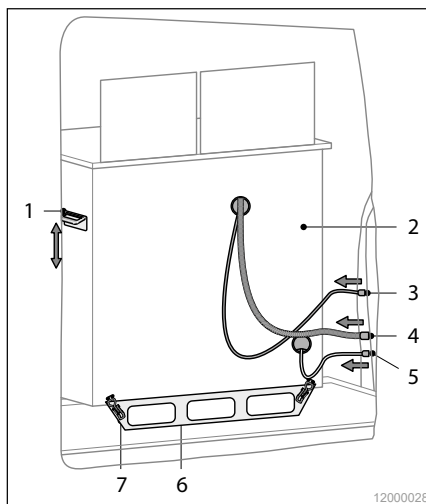
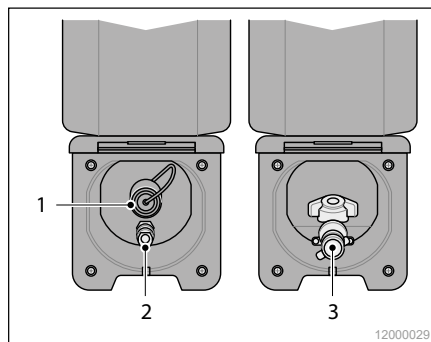

Abb. 36 Mobile Küche herausnehmen
Abb. 37 Anschlüsse mobile Küche Beifahrerseite
2. Trennen Sie die Versorgungsleitungen (Abb. 36/3, 4 und 5) und schließen Sie die Glasabdeckungen.
3. Drehen Sie ggf. den Fahrersitz gegen die Fahrtrichtung oder schieben Sie den Fahrersitz nach vorne, damit die Griffe (Abb. 36/1) besser zugänglich sind.
5. Lösen Sie die beiden Befestigungshaken (Abb. 36/7) an der Außenseite.
6. Klappen Sie die Griffe (Abb. 36/1) aus, heben Sie den Küchenblock (Abb. 36/2) nach oben an und tragen Sie den Küchenblock mit zwei Personen von außen aus dem Fahrzeug heraus.
Strom (Abb. 36/3 bzw. Abb. 37/1)
Wasser (Abb. 36/4 bzw. Abb. 37/2)
Gas (Abb. 36/5 bzw. Abb. 37/3)
Bei der Trittstufe an der Schiebetür auf der Fahrerseite ist durch die Befestigungsleiste (Abb. 36/6) der Ein- und Ausstieg erschwert.